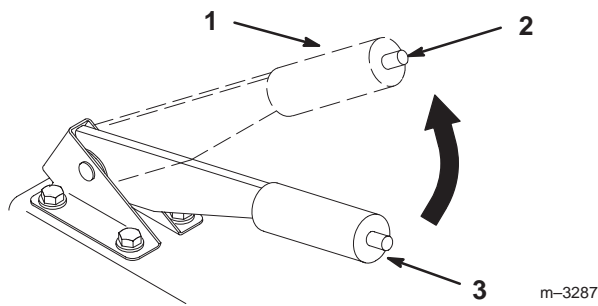

Bild 9
- Ziehen Sie den Feststellbremshebel zurück und nach oben, um die Feststellbremse zu aktivieren (Bild 9). Der Feststellbremshebel muss fest in der AKTIVIERT-Stellung bleiben.
- Drücken Sie die Taste des Feststellbremshebels ein und senken den Hebel auf AUS (Bild 9) ab.